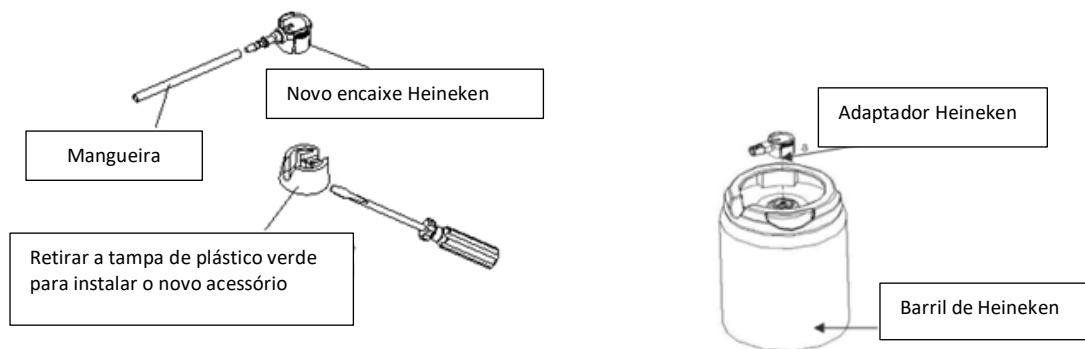

Figura 4 (Apenas para um bidão de 5 litros)
- PARA UM BARRILETE DE 5 L: O encaixe fornecido com a sua geleira de cerveja funcionará com todos os barris Heineken de 5 litros (ou barris de pressão). No entanto, terá de utilizar uma chave de fendas de cabeça chata para remover a base verde do barril, de modo a instalar o novo encaixe fornecido com a geleira de cerveja (Figura 4).